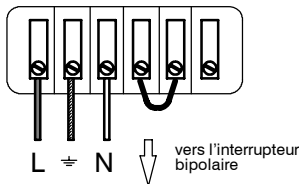

Fig. 3.6
- 1 Connecter la câble d'alimentation électrique provenant de l'interrupteur bipolaire à la plaque à bornes d'alimentation électrique de la chaudière (Fig. 3.6) placée derrière le tableau de commande en respectant le raccordement de la phase (L fil marron) et du neutre (N fil bleu ciel).